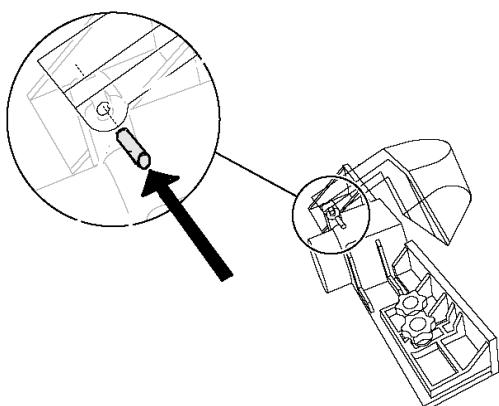

Fig 7
**Montage des Frässchutzes (Fig 7):**